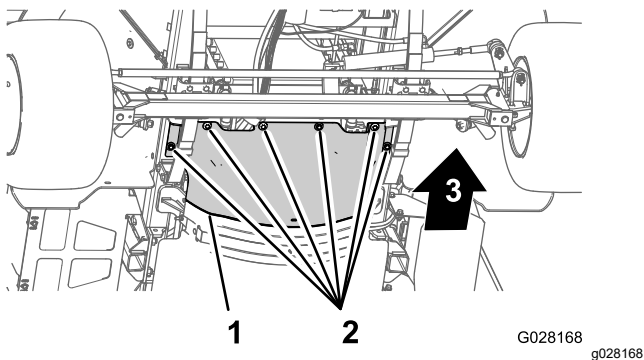

Figure 60
3. Retirez les 6 boulons à tête hexagonale et les 6 rondelles qui fixent l'écran pare-chalear avant au châssis et déposez l'écran (Figure 60).